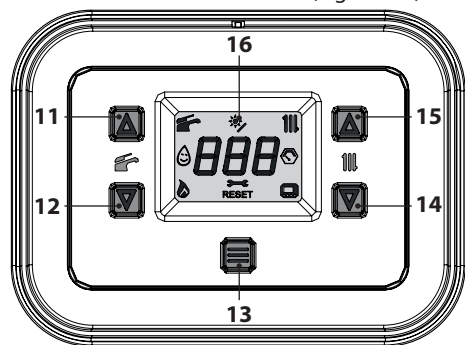
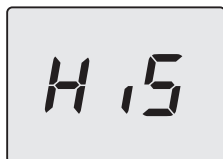

Figura 8.1
Figura 8.2
- Entrare in "modalità programmazione" premendo contemporaneamente per 5 secondi i tasti 12 e 14 (Figura 8.1) fino a far apparire sul display LCD le lettere **HiS** che indicano il menu "Storico delle caldaia" (Figura 8.2).
- Premere per 1 sec. il tasto 13 (Figura 8.1) per entrare nel parametro selezionato. Il display visualizzerà quanto segue (Figura 8.5).
- Premendo il tasto 13 (Figura 8.1) si ottiene la conferma del valore inserito. Il display visualizzerà per 5 sec. quanto segue (Figura 8.7) poi, si porterà al livello superiore.
- Premendo contemporaneamente i tasti 12 e 14 (Figura 8.1) si esce senza modificare il valore (ritorno al livello precedente Figura 8.4).
- tenere premuti contemporaneamente i tasti 12 e 14 per 5 sec. (Figura 8.1) (ritorno al livello precedente).